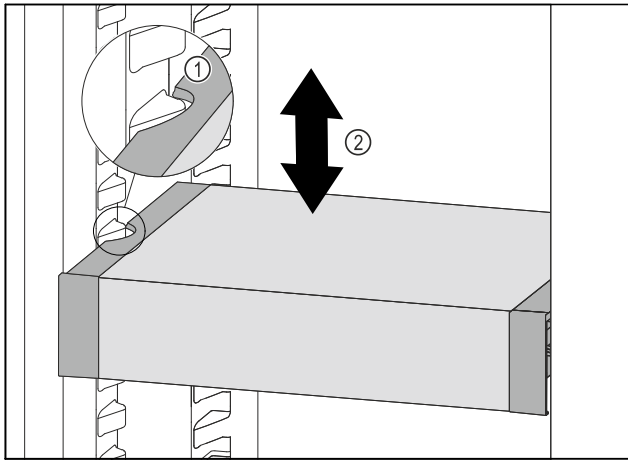

Fig. 93
- ▶ 向前移动 VarioSafe，直到 VarioSafe 两侧的凹槽与冷藏区中的容器肋梁持平。Fig. 93 (1)
- ▶ 在冷藏区中向上或向下移动 VarioSafe，直至所需高度。Fig. 93 (2)